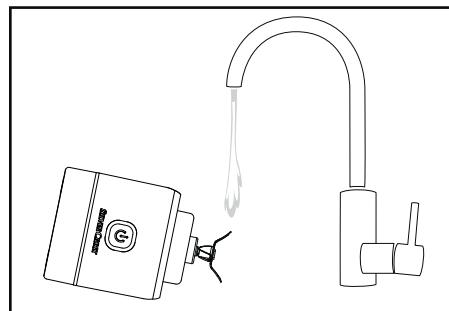

Fig. 2
- ⚠ ¡CUIDADO!** ¡La cuchilla ⑤ está muy afilada! Por lo tanto, proceda con cautela durante la limpieza.
- Limpie el bloque motor ⑨ con un paño húmedo.
- Para limpiar los residuos poco incrustados, llene el vaso para batir ④ hasta la marca MAX con agua templada y una gota de jabón lavavajillas. Deje el aparato en marcha durante aprox. 30 segundos de la manera descrita en el capítulo **Manejo**. Tras esto, desenrosque el bloque motor ⑨ y vacíe el agua jabonosa del vaso para batir ④.
- Enjuague exclusivamente la cuchilla ⑤ con mucho cuidado bajo el agua corriente; en caso necesario, utilice también un cepillo de limpieza. Para ello, asegúrese de que no caiga agua en el bloque motor ⑨ y no sumerja nunca el aparato en agua! Incline el aparato de forma que el chorro de agua solo caiga sobre la cuchilla ⑤ (consulte la fig. 2). Si realiza la limpieza justo después de usar el aparato, le será más fácil eliminar los restos.